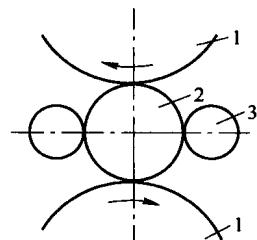

图 1-3 横轧简图
(3) 横轧。横轧是指金属在同向旋转且中心线相互平行的轧辊缝隙间进行塑性变形，如图 1-3 所示。在横轧中金属轴线与轧辊轴线平行，金属只有绕其自身轴线旋转的运动，故仅在横向受到加工。